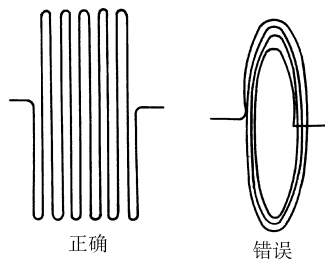

图 4-48 电线折放方式
- 2) 音频信号线尽可能短，若太长，不能盘绕，如图 4-48 所示。